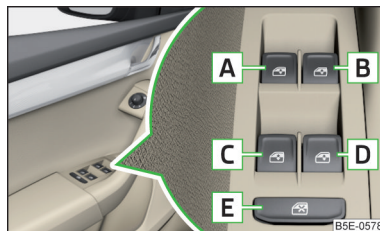

Fig. 48 Touches des lève-vitres
**Touches des lève-vitres** » fig. 48.
➤ Appuyez sur la touche **E** » fig. 48.
Une fois la portière du conducteur ou du passager ouverte, l'utilisation confortable de la vitre est possible uniquement à l'aide du bouton **A** » fig. 48, en appuyant ou en tirant sur ce dernier pendant 2 s.
- Coupez le contact, ouvrez la portière conducteur et maintenez la touche  jusqu'à la butée en position ouverte » *fig. 48 à la page 66.*
- Coupez le contact, ouvrez la portière conducteur et maintenez la touche  jusqu'à la butée en position fermée » *fig. 48 à la page 66.*